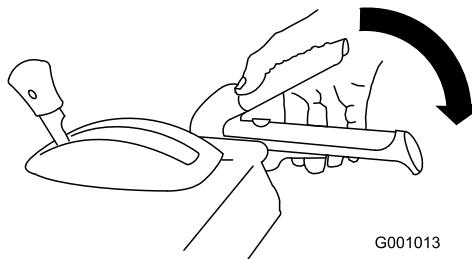

Bild 28
- Kuppeln Sie den Räumwerk- bzw. Gebläseradhebel ein und halten ihn fest (Bild 28).